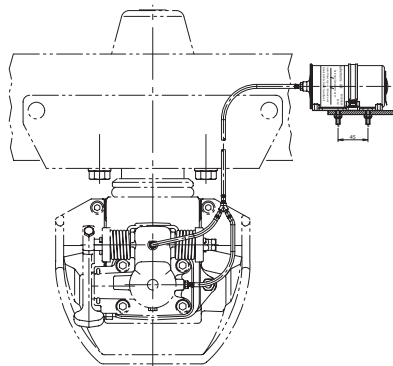

Рис. 7
**Указание.** В случае жестких эксплуатационных условий сцепное устройство можно смазать специальным маслом (номер артикула ROE 96047) и через отверстия в шестигранном винте (S1). Для этого вывертывают шестигранный винт, а после смазки его снова затягивают (момент затяжки 10 н·м). Альтернативно может ТСУ быть оснащено автоматическим снабжением масла, Art.-Nr. LubTronic AK 2 ROE 71624-2 (Рис. 7) Подшипник снабжен смазкой на весь срок его службы.